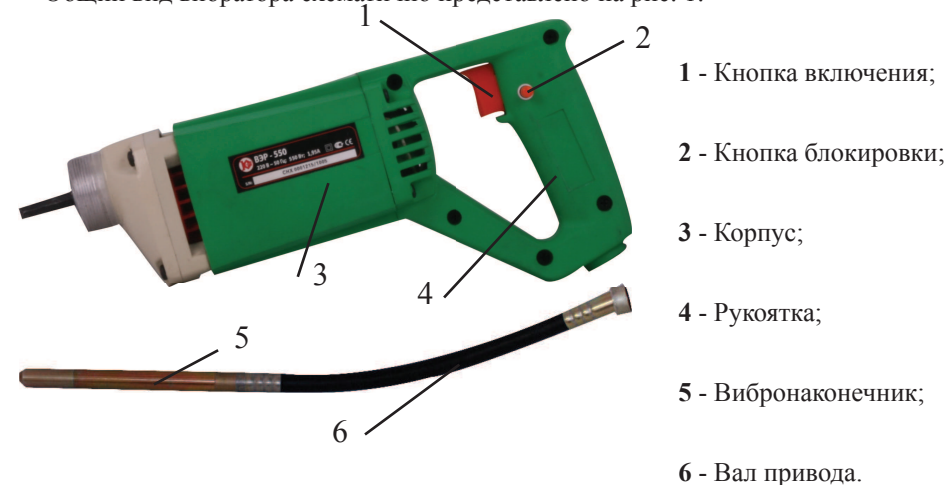

рис. 1
Общий вид вибратора схематично представлено на рис. 1:
7.2 Проверить соответствие питающей сети техническим характеристикам вибратора описанным в данном руководстве. Подключите вибратор к питающей сети, вибратор включается путём нажатия на кнопку выключателя 1 (рис. 1). Для удобства работы при длительной эксплуатации вибратор снабжён кнопкой фиксации включённого положения 2 (рис. 1). Для того чтобы зафиксировать включённое положение, включите вибратор, нажав на кнопку выключателя 1 (рис. 1) и зафиксируйте включённое положение нажав на кнопку блокировки 2 (рис. 1), чтобы отключить фиксацию, повторно нажмите на кнопку выключателя 1 (рис. 1).